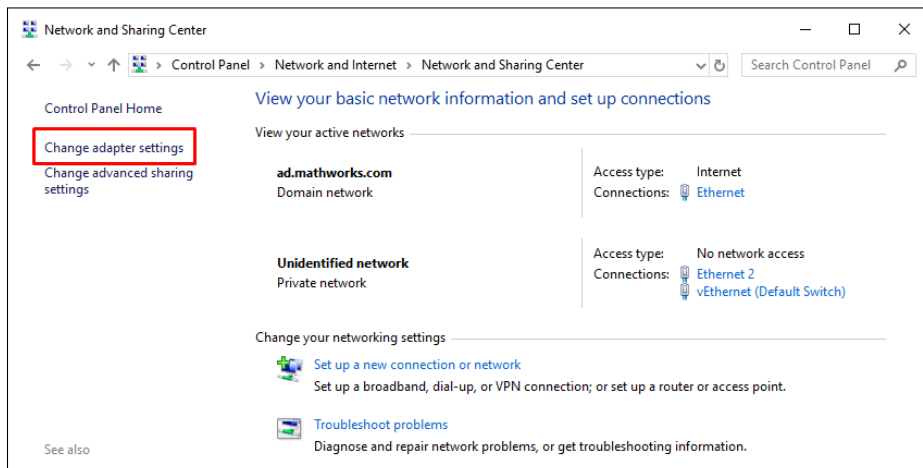

Figura A.3: Selecionando opções de adaptador
Passo 3 Clique na opção “Alterar opções de adaptador” (Figura A.3).